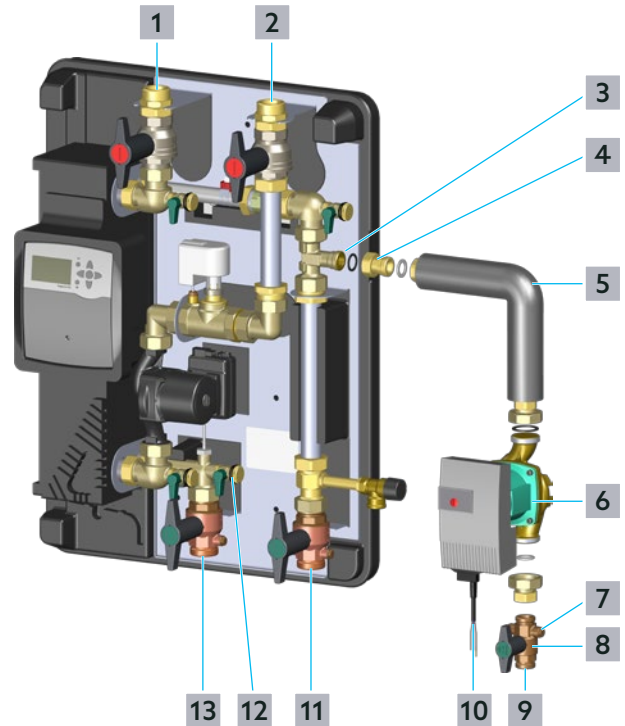

Abb. 2: Anlagenbeispiel
- 2 Schließen Sie langsam den Absperrkugelhahn Vorlauf Trinkwasser kalt (Position **11** in Abb. 2 auf Seite 5).
- 3 Schließen Sie langsam den Absperrkugelhahn Rücklauf Trinkwasser warm (Position **13** in Abb. 2 auf Seite 5).
- 4 Schrauben Sie die Verschlusskappe des KFE-Kugelhahns Trinkwasser warm (Position **12** in Abb. 2 auf Seite 5) ab und schließen Sie einen Ablassschlauch an.
- 6 Schrauben Sie die Verschlusskappe vom Anschluss für das Zirkulationsset (Position **3** in Abb. 2 auf Seite 5) ab.
- 7 Montieren Sie das Sperrventil (Position **4** in Abb. 2 auf Seite 5) mit dem dazugehörigen Dichtring an die Station.
- 8 Montieren Sie das Rohrwinkelstück (Position **5** in Abb. 2 auf Seite 5) mit dem dazugehörigen Dichtring an das Sperrventil.
Sie können die Hocheffizienzpumpe (Zubehör) und den Kugelhahn (Position **8** in Abb. 2 auf Seite 5) beliebig zwischen der letzten Zapfstelle und der Frischwasserstation in den „Rücklauf Zirkulation Trinkwasser warm“ einbauen.
- ▶ Wenn Sie Ihre Anlage gemäß dem Anlagenbeispiel in Abb. 2 auf Seite 5 aufbauen möchten, verschrauben Sie die von Ihnen gewählte Hocheffizienzpumpe mit dem Rohrwinkelstück.
- ▶ Montieren Sie den Kugelhahn (Position **8** in Abb. 2 auf Seite 5) an beliebiger Stelle zwischen der letzten Zapfstelle und dem Rohrwinkelstück.